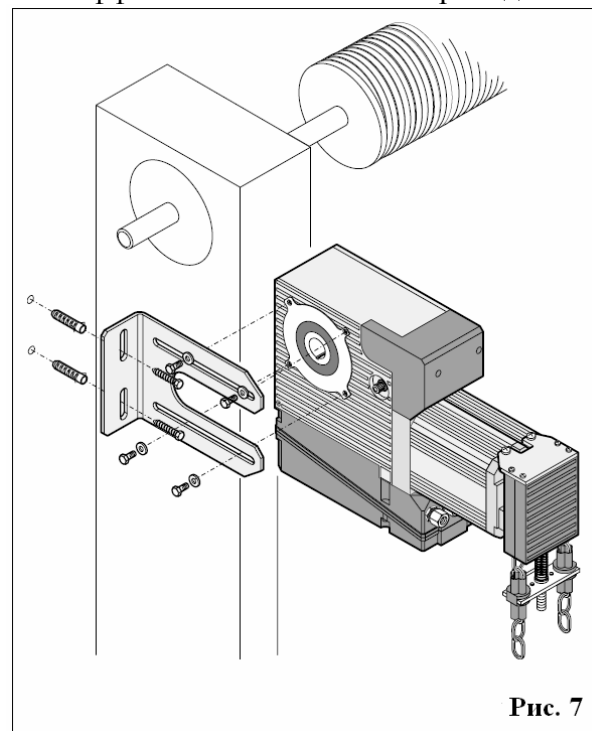

Рис. 7
- Установить привод (см. раздел 5.1) и приложить плиту к месту крепления привода (к стене или к металлоконструкции) (см. рис. 7).